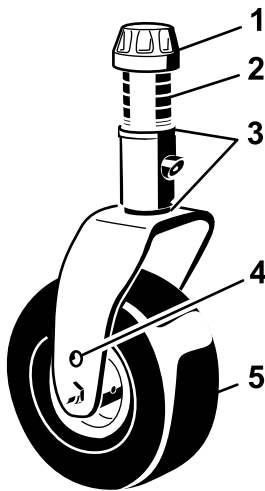
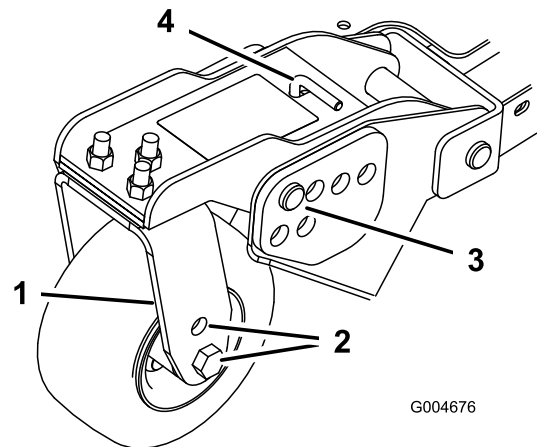
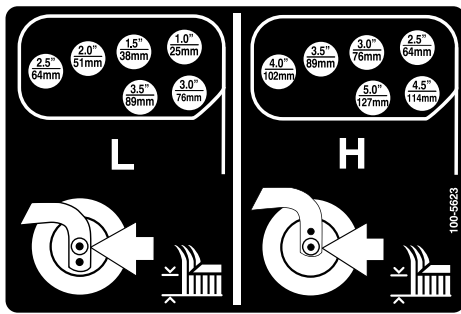

Bild 26
Bild 28
Bild 29
1. Stecken Sie die Laufradachsen in allen Laufradgabeln in die gleichen Löcher (Bild 26 und Bild 28).
2. Entfernen Sie die Spannkappe von der Spindelwelle und ziehen die Spindel aus dem Laufradarm heraus (Bild 26).
5. Entfernen Sie den Splint und die Lastösenbolzen von den Laufradgelenkarmen (Bild 28).
6. Drehen Sie die Spannstaue, um den Gelenkarm anzuheben oder abzusenken, bis die Löcher mit den ausgewählten Löchern in der Schnitthöhenhalterung im Mähwerkrahmen ausgerichtet sind (Bild 28 und Bild 29).